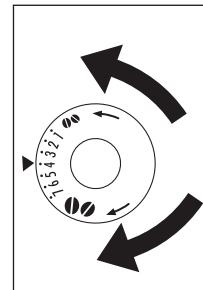

Fig. 40
- Para una dispensación más rápida (no gotea a gota), gire hacia la derecha que oiga un clic (café premolido más grueso) (Fig. 40).